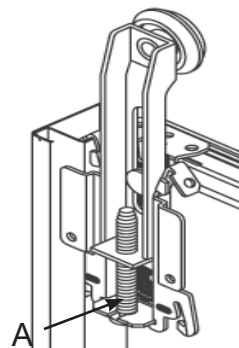

FIGURA 7
Utilice un destornillador Phillips para realizar el ajuste vertical en (A), colocando la puerta a plomo en la jamba izquierda, la puerta derecha en la jamba derecha (Figura 7). (El tornillo es autoblocante en cualquier posición).